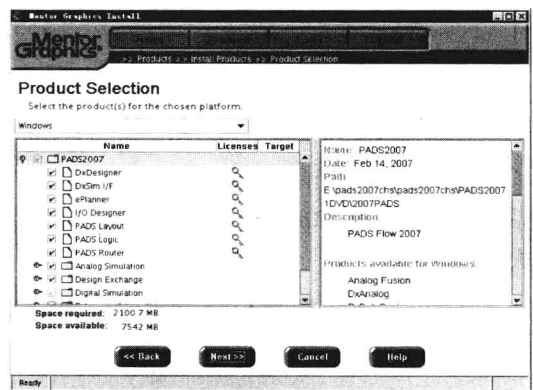

图 1-17 选择安装组件
- ⑨ 单击 **Next >>** 按钮，进入下一界面，如图 1-17 所示。在该界面中可以选择想要安装的组件，同时在界面的下方列出了安装所需要的磁盘空间大小。如果出现红色提示“WARNING: space required exceeds space available!!”，则表示所要安装的磁盘空间不足，需要回到上一步另外选择安装路径。